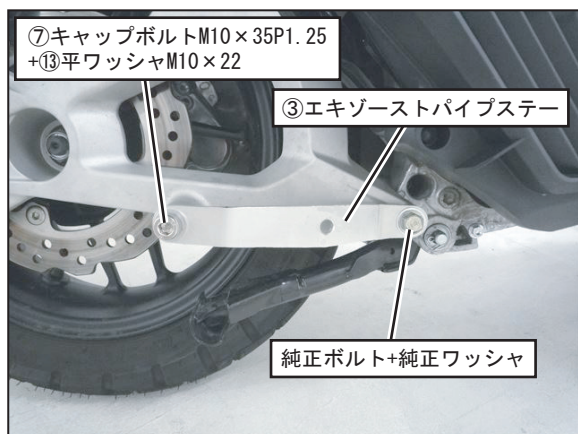

FIG. 3
4. ③エキゾーストパイプステーを、手順3で外した純正ボルトと純正ワッシャ、⑦キャップボルトM10×35P1.25と⑬平ワッシャM10×22を使用して仮締めして下さい。(FIG. 3 参照)